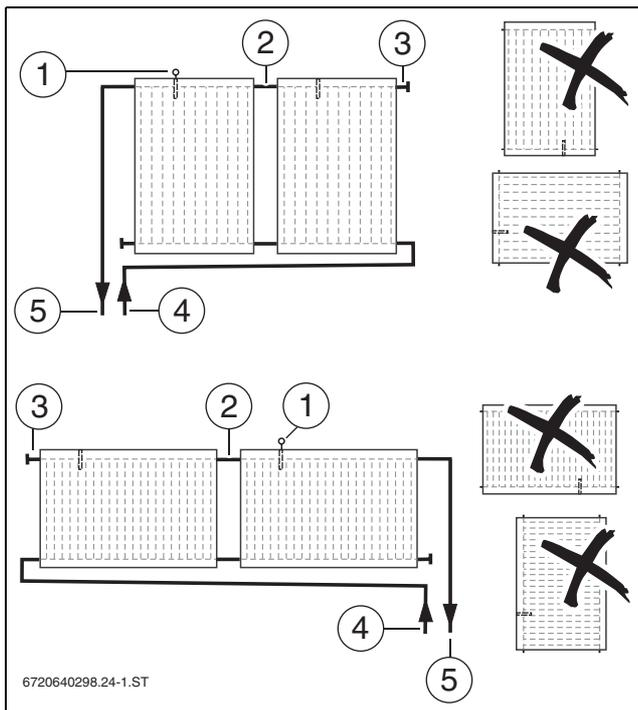

Fig. 13 Disposição de colectores verticais (em cima) e horizontais (em baixo)
- ▶ Ligar o campo de colectores alternadamente (→ fig. 13).
- ▶ Para montagem dos colectores, ter atenção para que o tubo de imersão se encontre em cima para a sonda do colector (→ fig. 13 [1]).
- ▶ Projectar a colocação do cabo da sonda do colector, de modo a que a sonda do colector (→ fig. 13 [1]) possa ser montada no colector com o tubo de avanço ligado [5].